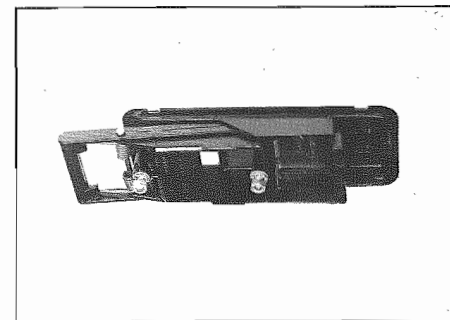

Fig. 16 - Viti fissaggio maniglia
- Allentare le viti di fissaggio e smontare la maniglia esterna e la guarnizione (**Fig. 16**).
- Loosen fixing screws and remove outer handle and gasket (**Fig. 16**).